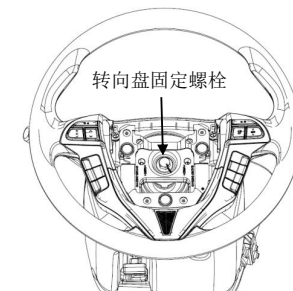

图4-3
(4) 拆下转向盘总成。
①拔出其余线束接插件；
②松开固定转向盘的六角法兰面螺栓。如图 4-3所示。